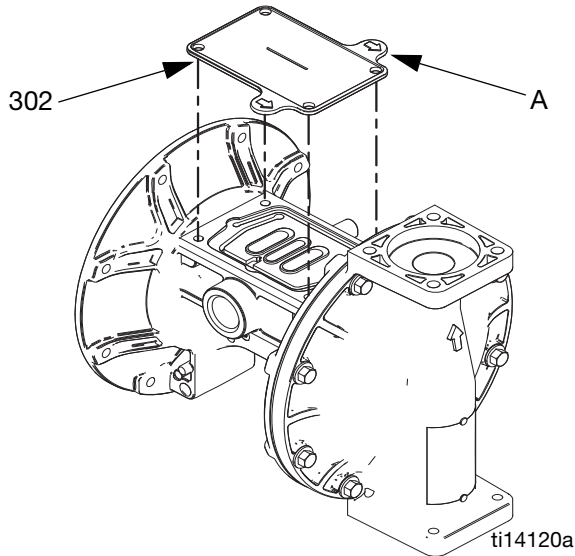

图 9. 流体盖工具
- c. 润滑轴 U 杯 (106) 和隔膜轴 (104) 的整长和两端。将轴安装到壳体内。
- f. 重新装上第一个流体盖 (3)。请参见扭矩说明 (第 17 页)。
- a. 参见图 9。将随附的工具 (302) 放在空气阀垫圈 (108) 的正常位置上。箭头 (A) 必须指向已经安装的流体盖。